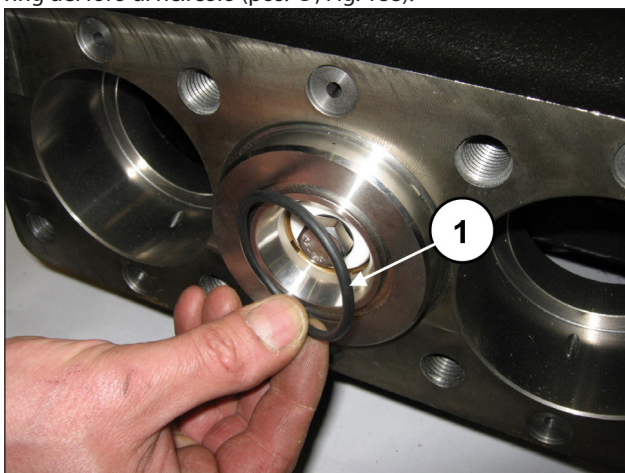
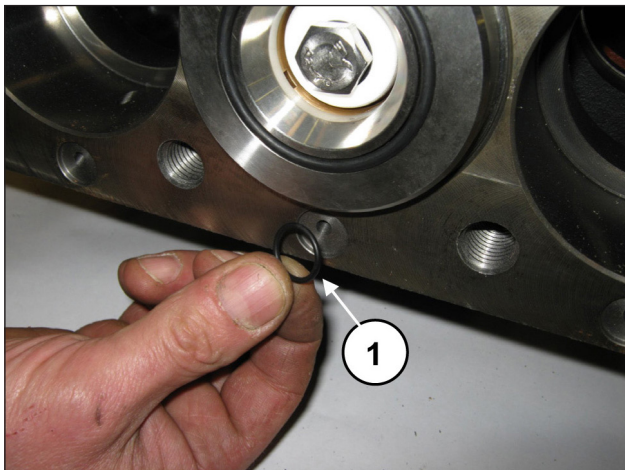

Fig. 187
Fig. 188
Montare l'O-ring frontale della camicia (pos. ①, Fig. 187) e l'O-ring del foro di ricircolo (pos. ①, Fig. 188).